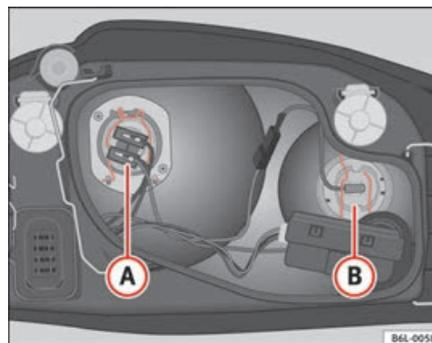

Fig. 152 Lâmpada da luz de médios
- Retira a ficha do cabo da lâmpada **A** ⇒ fig. 152.